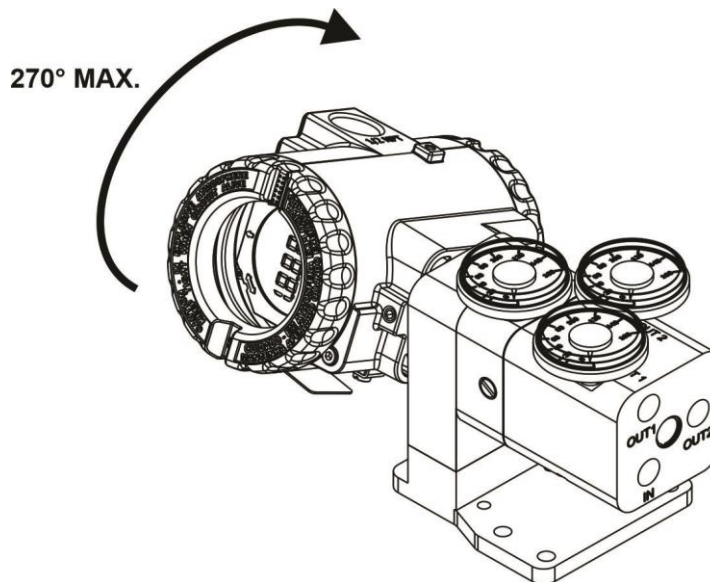

Figura 1.26– Rotação da carcaça eletrônica
2. Gire a carcaça eletrônica para a posição desejada. Observe se o flat cable não está excessivamente torcido. Veja a Figura 1.26.